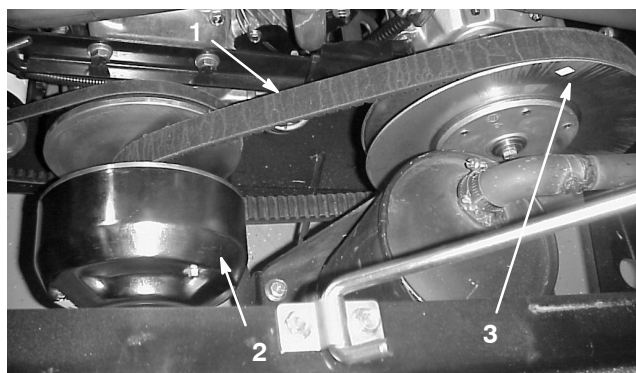

Figure 38
1. Faites tourner la courroie et faites-la passer sur l'embrayage secondaire (Fig. 38).
2. Déposez la courroie de l'embrayage primaire (Fig. 38).